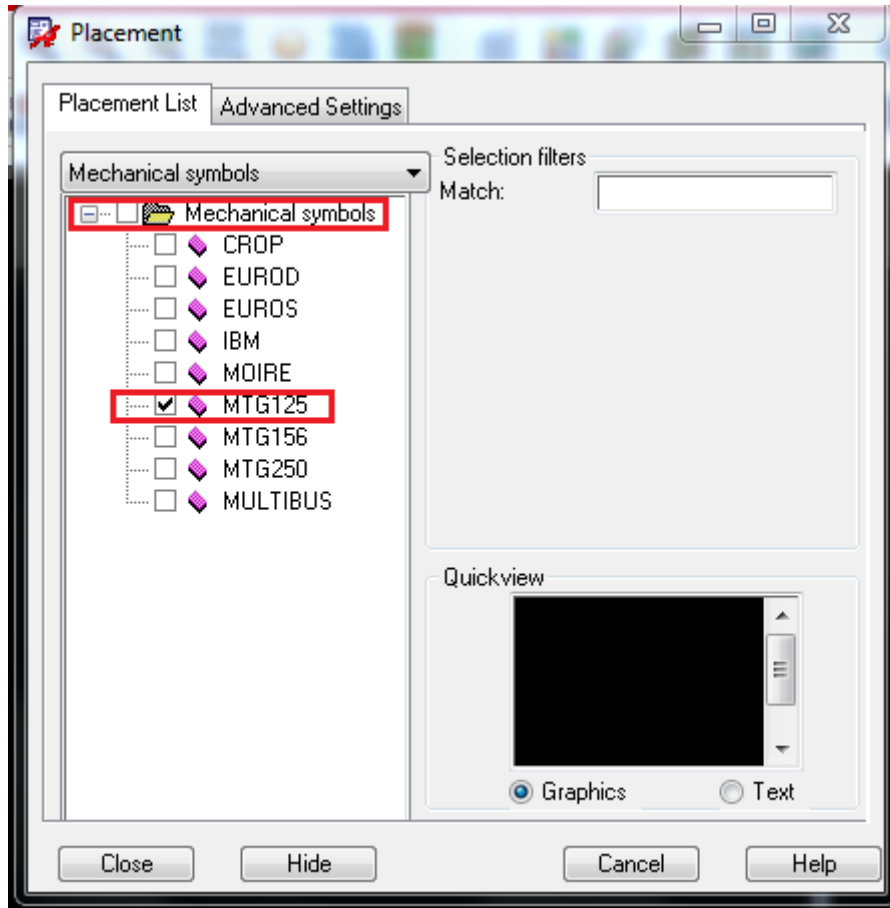

Рис. 21.17. Выбор монтажного отверстия
7. Выберите нужный механический символ. Для нашего проекта механический символ MTG125 (рис. 21.17).